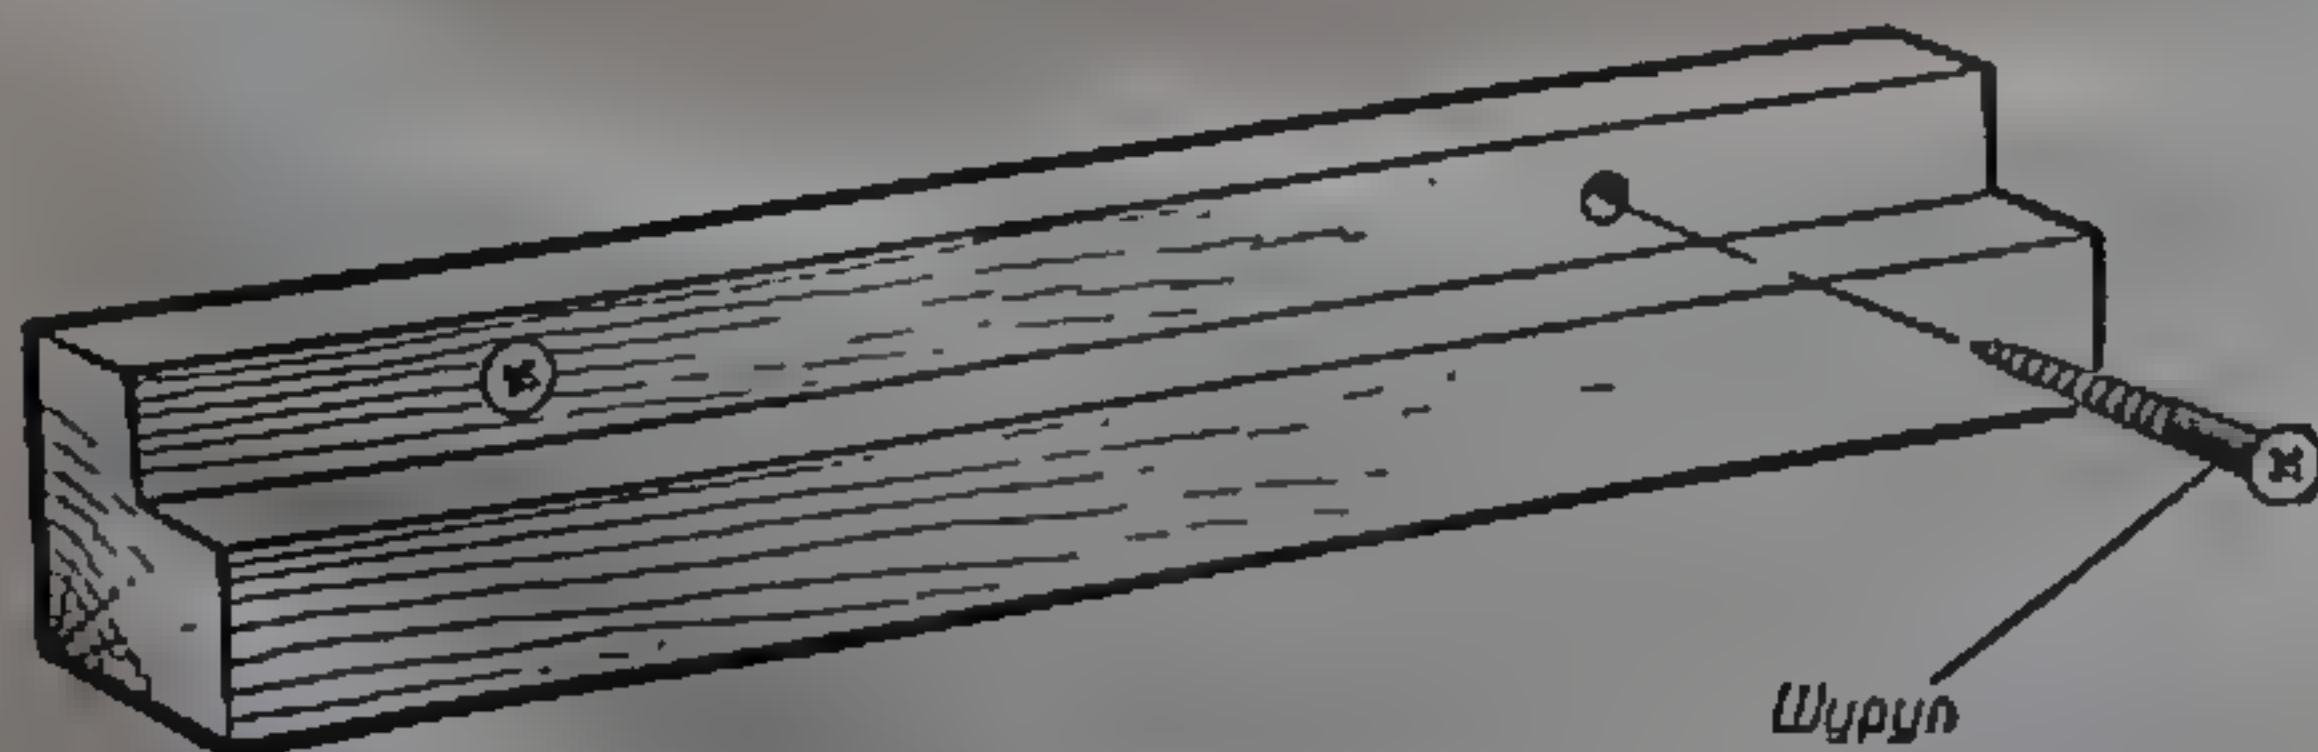

Рис. 46. Ходовой брусок.
8. Изготовить ходовые бруски (рис. 46) и закрепить их. Установить ящик.